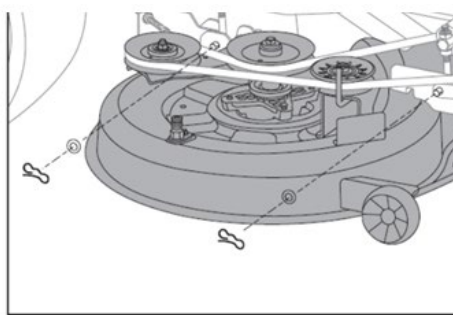

Fig. 25B
6. Retire los 2 pestillos que conectan la plataforma derecha a la máquina (se hace referencia a izquierdo/derecho en los pasos 5 y 6 desde la posición del operario, consulte la Fig. B). (Fig. 25B)